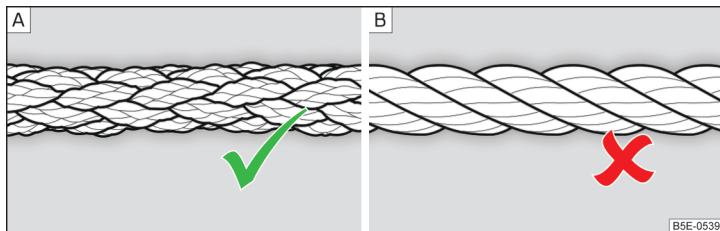

Abb. 279 Geflochtenes Abschleppseil / Gewundenes Abschleppseil
Zum Abschleppen mittels eines Abschleppseils nur ein geflochtenes Kunstfaserseil » Abb. 279 - [A] verwenden » !.
- Zum Abschleppen ist kein gewundenes Abschleppseil zu verwenden » Abb. 279 - [B], die Abschleppöse könnte sich am Fahrzeug herausdrehen - es besteht Unfallgefahr.